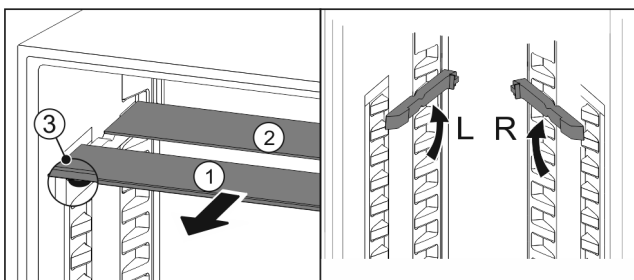

Fig. 20
- ▶ Extrageți Fig. 20 (1) pe rând plăcile de sticlă spre înainte.
- ▷ Placa de sticlă Fig. 20 (1) cu șipca decorativă se află în față.
- ▷ Opritoarele Fig. 20 (3) indică în jos.